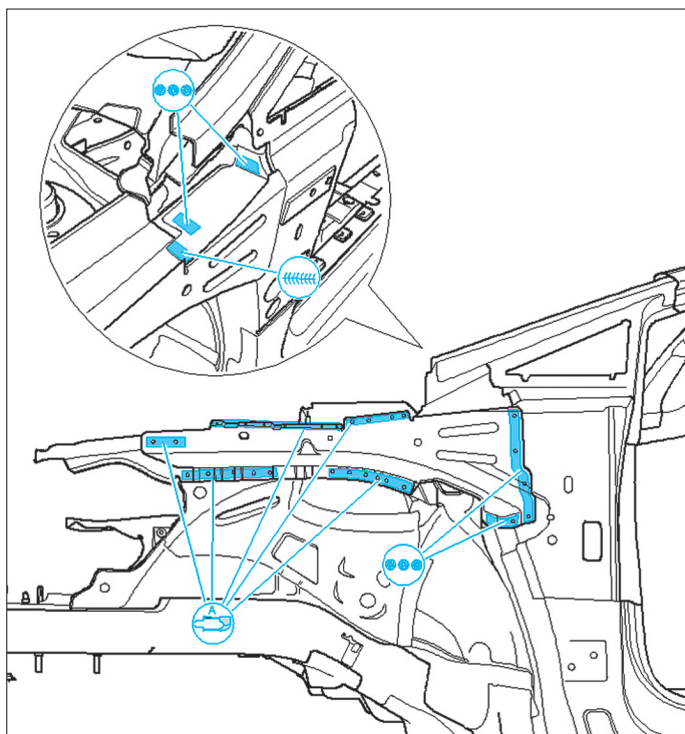

FIG. 16
- Souder par points l'insert de support moteur droit (Fig.16).